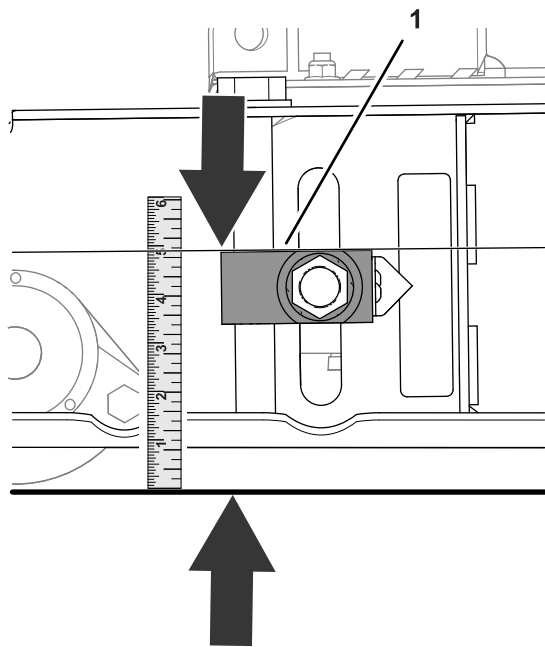

Bild 81
2. Messen Sie den Abstand zwischen der Oberseite der Schnitthöhenverstellung und dem Boden (**Bild 81**).